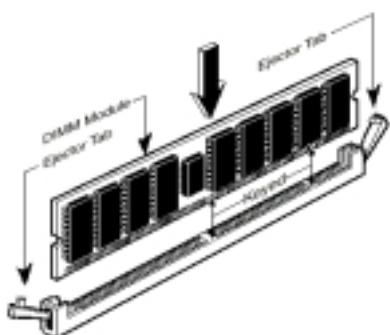

図 2-6 メモリモジュールのインストール
**ステップ 5.** 図のように、DIMM をメモリ拡張スロットに挿入します。図 2-6 でメモリモジュールにキーノッチ(keyed)があることを良く見てください。これは、DIMM が誤った方向に装着できないようにするためのものです。方向が誤っていないのを確認し、ソケット奥までしっかりと押し込んでください。イジェクタタブを内側に閉じて、切り欠き部分に入るのを確認します。